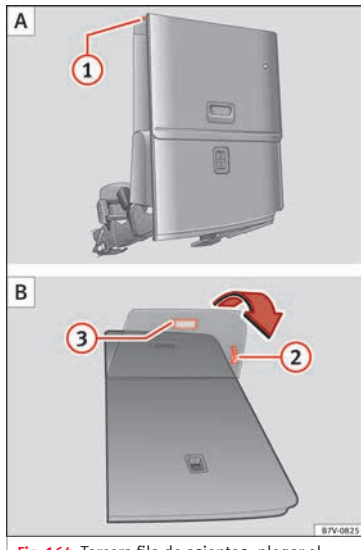

Fig. 164 Tercera fila de asientos: plegar el asiento trasero para cargar A y colocarlo de nuevo B.
- En caso necesario tire de la palanca » fig. 164 ② para desplazar la banqueta hacia la posición deseada.
- Retire los objetos de la zona reposapiés situada delante y detrás del asiento trasero » » » ❶.
- Tire de la maneta » » » fig. 164 ❶ hacia arriba y pliegue el respaldo hacia delante. El asiento trasero se pliega hacia delante » » » ⚠ y el cojín se mueve también hacia delante.
- Tire del asa » » » fig. 164 ❷ para recolocar la bandeja del asiento.
- Tire de la maneta » » » fig. 164 ❸. El asiento completo se pliega hacia atrás.